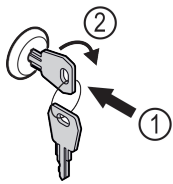

Fig. 131
- ▶ Įspauskite raktą Fig. 131 (1).
- ▶ Pasukite raktą 90° pagal laikrodžio rodyklę Fig. 131 (2).